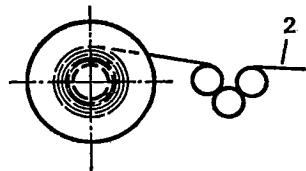

FIGURE 13 / ФИГУРА 13
59.3 by unrolling from a warper's beam: See figure 13.
par déroulement à partir d'une seule ensouple d'ourdissoir: Voir figure 13.